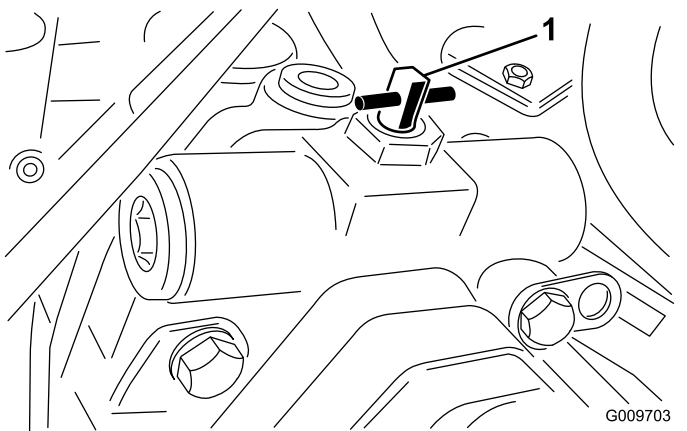

図 64
3. バイパスバルブを右または左に90°回転4分の1回転させるとバルブが開いて内部でバイパスが形成される 図 64。
2. バイパスバルブを右または左に90°回転1/4分の1回転させるとバルブが開いて内部でバイパスが形成される 図 64。